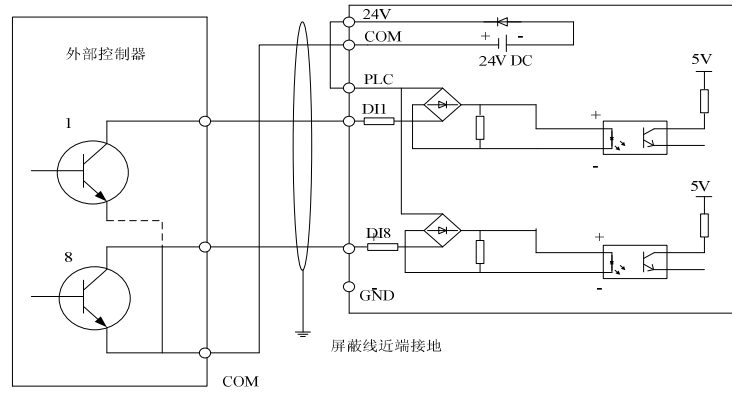

图1-4 使用驱动器内部+24V电源的连接方式
- 1) 使用驱动器内部+24V电源，外部控制器为NPN型输出的连接方式，如图1-4所示。